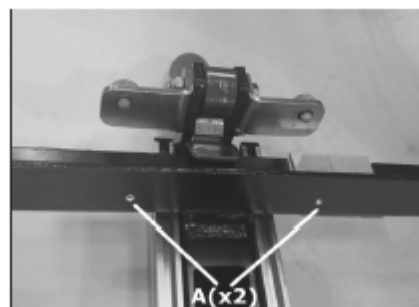

Рис. 31
3. Вывернуть задние регулировочные винты (рис. 31, А), так чтобы они были только слегка ввернуты во фланец упора.
2. Повернуть каждый задний регулировочный винт (рис. 31, А) на 1/6 оборота.